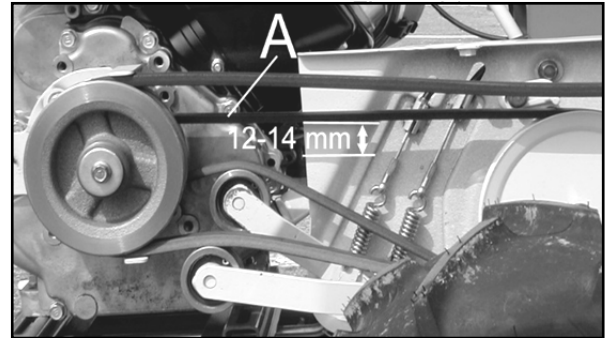

Figure 22
- Quand vous appuyez sur cette courroie avec un doigt (A, Figure 22) la flèche doit être comprise entre 12 et 14 mm (Figure 22). Si tel n'est pas le cas, modifier la tension du câble de commande de la transmission. Reportez-vous au chapitre